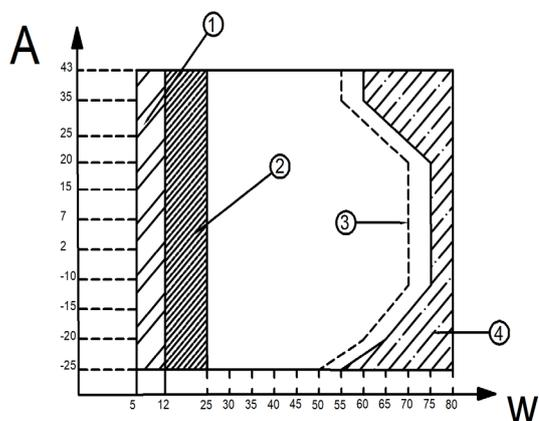

Рисунок 2-5
- (2) Діапазон роботи теплового насоса, можливі обмеження та захист.
- (3) Максимальна температура води на вході для забезпечення роботи теплового насоса.
- (4) Тепловий насос вимкнено, працюють лише IBH / ANS. (IBH здатний нагрівати температуру води до 75°C, а ANS – до 80°C).
Температура потоку (W) при різних температурах зовнішнього середовища (A) (див. рисунок 2-5 нижче):